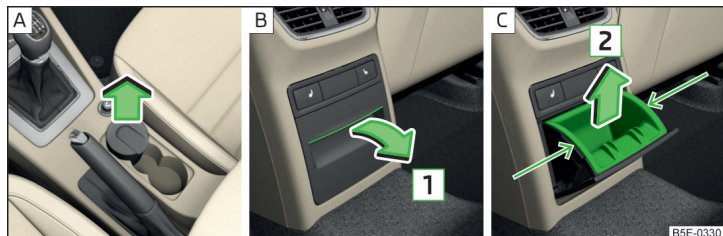

Fig. 91 Retirer le cendrier avant / ouvrir le cendrier arrière / retirer le boîtier de cendrier arrière
- Extrayez le cendrier en le tirant dans le sens de la flèche » fig. 91 - **A**.
- Tirez sur la partie supérieure du renforcement et rabattez le cendrier dans le sens de la flèche **1** » fig. 91 - **B**.
- Attrapez le boîtier au niveau des flèches et extrayez-le en tirant dans le sens de la flèche **2** » fig. 91 - **C**.